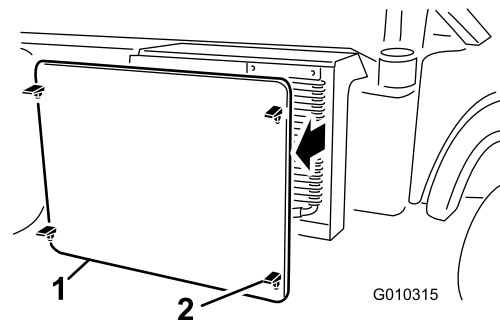

Figure 68
5. Déverrouillez et enlevez l'écran devant le radiateur (Figure 68).